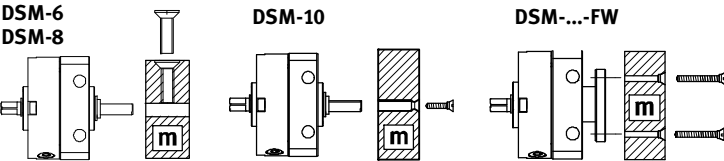

Fig. 5
- 请您将工作负载移动至输出轴上（动力输出轴/法兰轴）（Fig. 5）